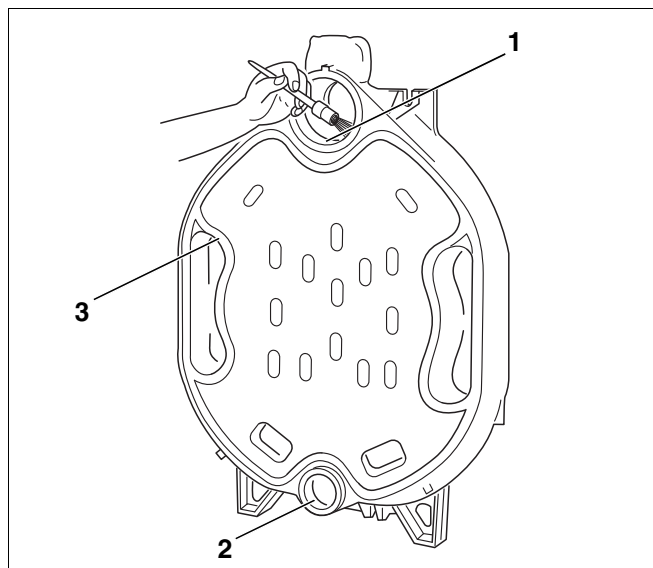

Fig. 8 Preparazione delle scanalature di tenuta e dei mozzi
- ▶ Se necessario, pulire le scanalature di tenuta con spazzole metalliche e panni (fig. 8, [3]).
- ▶ Pulire le superfici a tenuta ermetica dei mozzi (fig. 8, [1] e [2]) con un panno imbevuto di benzina.